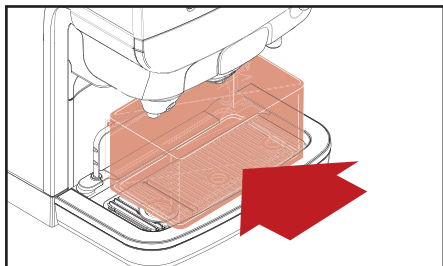

Fig. 5.7 - Placering af beholder
8. Placer beholderen (fig. 5.7) under produktets afløbg tryk ← for at starte skyldning.
8. Placer beholderen (fig. 5.7) under produktets afløb og tryk  for at starte skyldning.